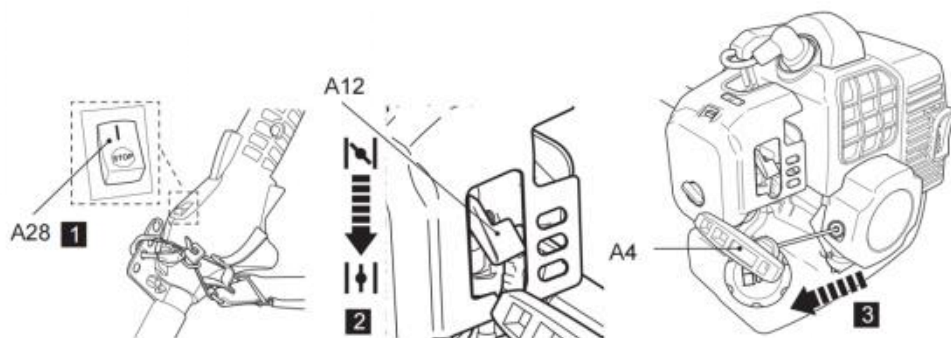

Fig. 40
5. Tirez légèrement sur la poignée du lanceur (A4) jusqu'à sentir une résistance, puis tirez-la rapidement. Répétez l'opération jusqu'à ce que le moteur démarre (Fig. 40).